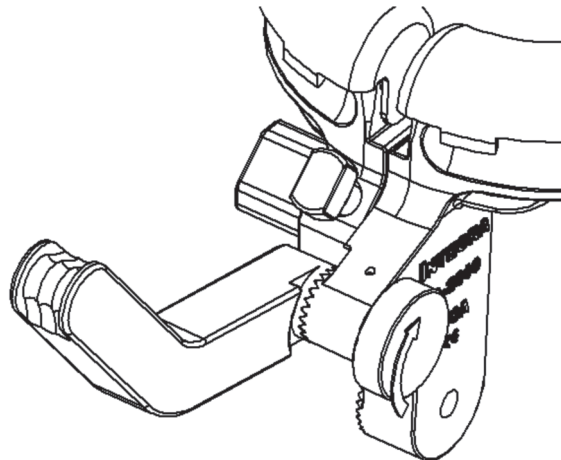

Figure 13
4. Tourner la molette de la tige à poulie dans le sens horaire jusqu'à ce qu'elle soit serrée à fond (Figure 13).